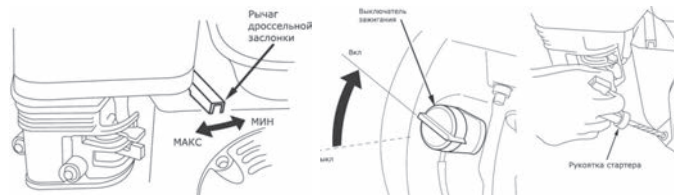

Рис. 11
5. Поверните рычаг дроссельной заслонки на $\frac{1}{3}$ хода в сторону положения «Макс» (Рис. 11).
6. Поставьте выключатель зажигания в положение «Вкл» (Рис. 11).